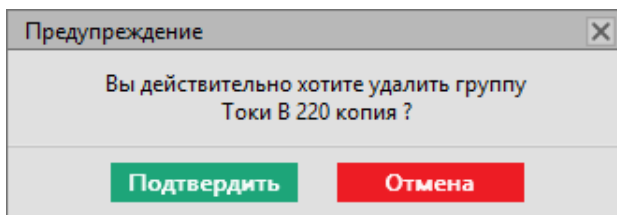

Рисунок 35 - Предупреждение
2. Подтвердите свои действия в диалоговом окне (Рисунок 35).